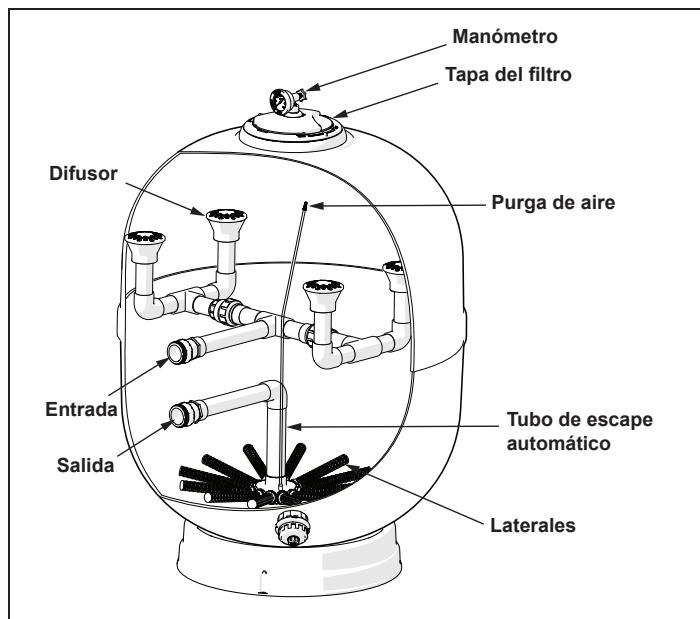

Figura 6. Alivio automático de aire
- Verifique para asegurarse de que la tubería de ventilación esté posicionada correctamente en el tanque. Consulte la Figura 6.